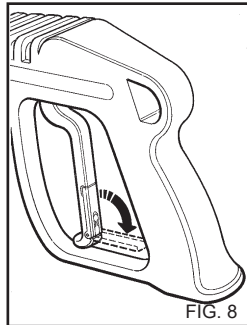

FIG. 8
- Cuando no utilice la hidrolimpiadora, cierre el dispositivo de seguridad de la empuñadura. (fig. 8)